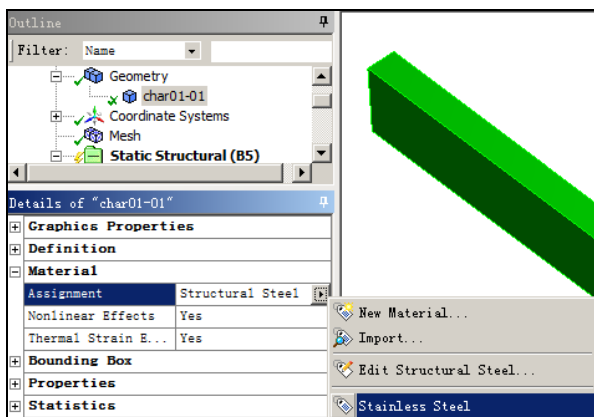

图 1-36 添加材料
**步骤 02** 选择 Mechanical 界面左侧 Outline (分析树) 中 Geometry 选项下的 char01-01，此时即可在 Details of “char01-01” (参数列表) 中给模型添加材料，如图 1-36 所示。